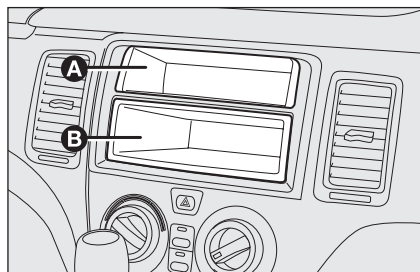

fig. 2
- ☐ avec compartiment porte-objets **A** fixe et compartiment (DIN) **B** amovible pour installation autoradio **fig. 2** ;